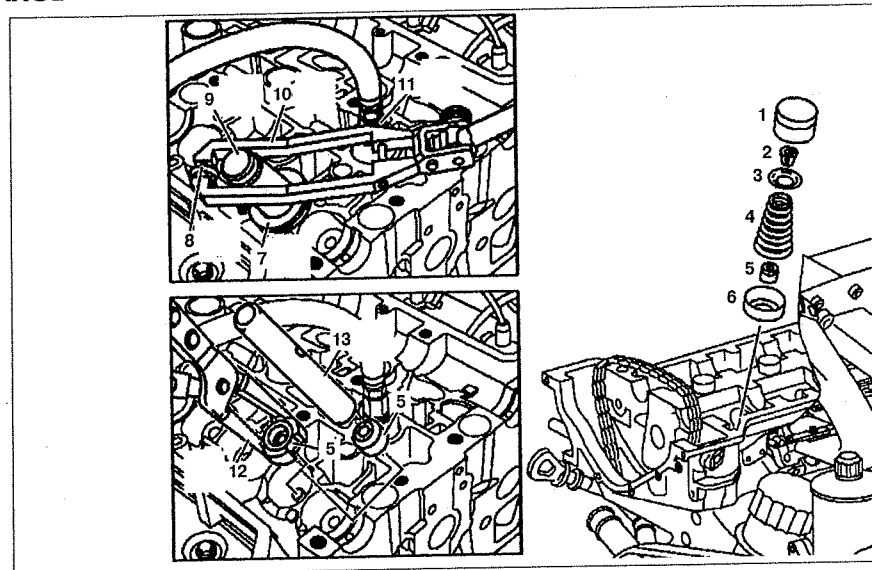

Рис. 2.48. Замена сальников клапанов.
6. Снимите клапанные пружины 4 и замените сальники клапанов 5 (см.рис.2.48).